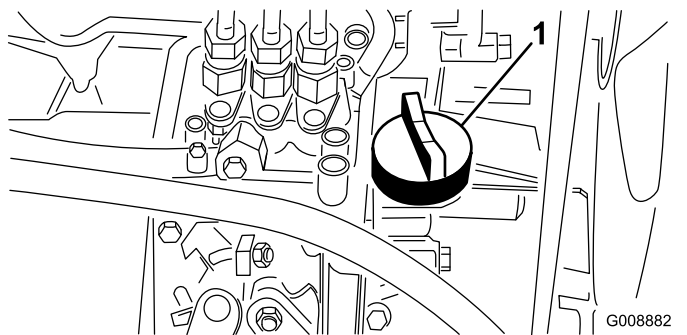

Figure 26
4. Si le niveau est bas, retirez le bouchon de remplissage (Figure 26) et versez progressivement de petites quantités d'huile, en vérifiant fréquemment le niveau, jusqu'à ce que l'huile atteigne le repère maximum sur la jauge.